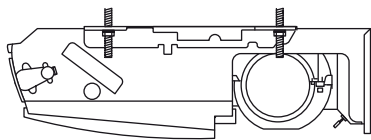

Fig. 3-15
- c) Apriete las 2 tuercas hexagonales de cada perno de suspensión para suspender la unidad interior tal y como se muestra en la Fig. 3-15.